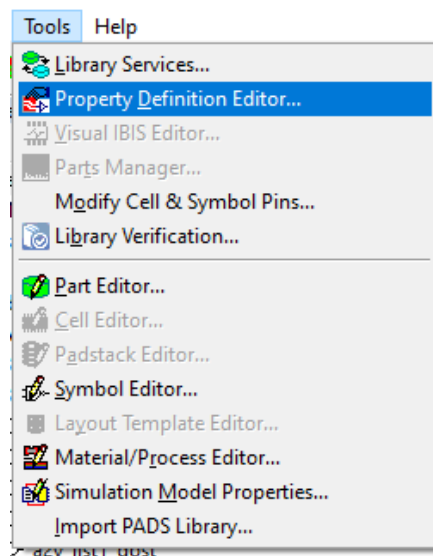

Рисунок 2
5) В PADS Library Tools/Xpediton Library Manager перейдите в меню Tools → Property Definition Editor (рисунок 2)